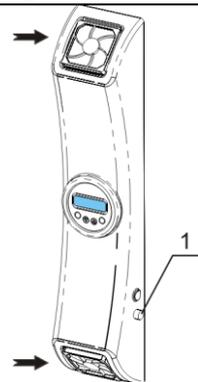

Fig.8 Emplacement des filtres à poussière
- Ouvrez le porte-fusible situé sur la face latérale de l'appareil (fig.8/1) en tournant son couvercle dans le sens antihoraire à l'aide d'un tournevis.
Pour vérifier, remplacer ou nettoyer les filtres, il vous suffit simplement de détacher les couvercles (fig.8/→). Si nécessaire, remplacez par un filtre neuf ou rincez à l'eau puis séchez et remplacez les filtres existants. Remettez les couvercles en place.